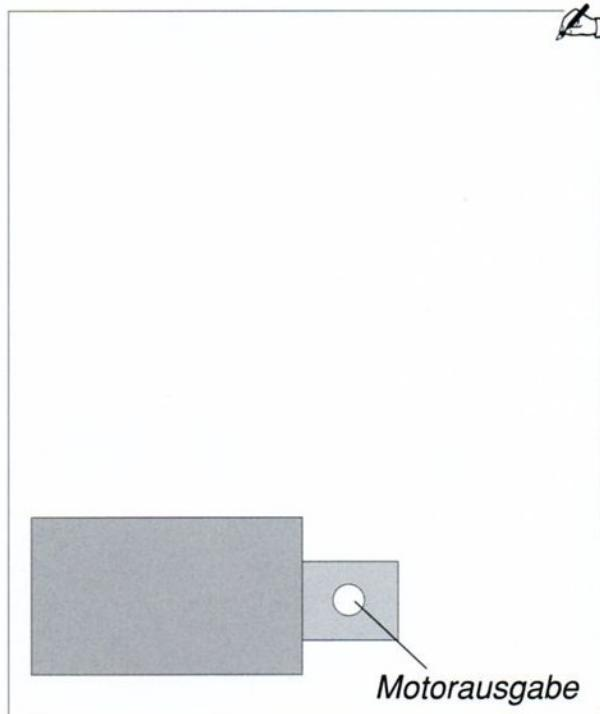

Abb. 4
- 3)** Vervollständigt die Zeichnung in Abb. 4 um den Mechanismus aufzuzeigen, den ihr ausgesucht habt, sowie um zu zeigen, wie die Bewegung vom Motor auf den Mechanismus übertragen wird. Fügt eine Anmerkung hinzu um zu erläutern, warum ihr diesen Mechanismus gewählt habt.